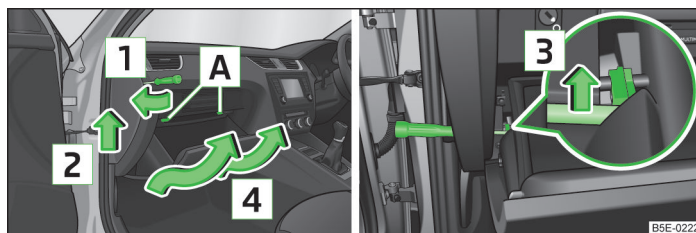

Fig. 216 Torpedoul de pe partea pasagerului față: Volanul pe dreapta
- Introduceți o șurubelniță sub capacul lateral » fig. 216.
- Trageți compartimentul de depozitare în spatele suporturilor A » fig. 216.